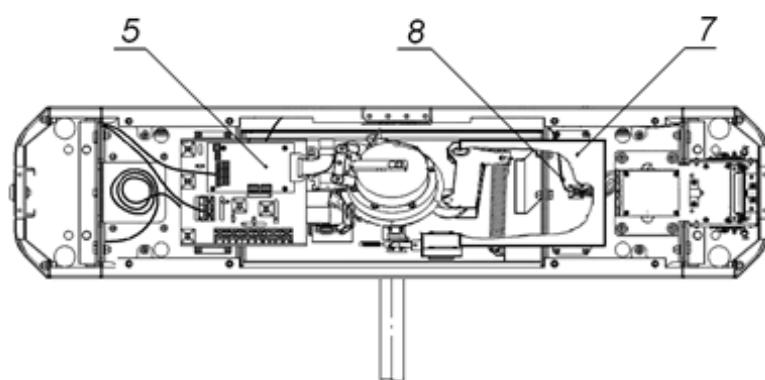

Рисунок 13. Схема прокладки кабелей в стойке турникета
1. Подготовьте в полу отверстия под гильзы анкеров для крепления стойки турникета (см. рис. 12). При необходимости прокладки кабелей под поверхностью пола подготовьте в полу кабельный канал, подходящий к зоне ввода этих кабелей в стойку турникета. Установку и крепление стойки производите после прокладки всех кабелей в кабельном канале и внутри стойки. Прокладка кабелей внутри стойки показана на рис. 13.
Возможна установка картоприемника с противоположной стороны турникета. При этом торцевые крышки (5) со считывателями свои местоположения не меняют. При производстве механизм картоприемника установлен со стороны считывателя №2 (см. рис. 13).
1. Снимите крышку (3) в порядке, указанном в разделе 6.
2. Извлеките контейнер картоприемника (9), открыв замок (10).
3. Извлеките заглушку (7) с противоположной стороны, открыв замок (8).
4. Демонтируйте торцевые крышки (5); каждая крышка крепится двумя винтами M4×16 и двумя шурупами Ø4,2×19 снизу со стороны контейнера (9) или заглушки (7); кабели считывателей, находящихся внутри крышек, не отсоединяйте.
7. Отсоедините кабель картоприемника (8, рис. 13) со стороны платы картоприемника.
9. Переложите кабель картоприемника (8, рис. 13) на сторону считывателя №1. Для фиксации кабеля используйте самоклеящиеся площадки и пластиковые стяжки, входящие в комплект поставки.
10. Подсоедините кабель картоприемника (8, рис. 13) к плате картоприемника (см. рис. 10) согласно схеме (рис. 14).
11. Установите торцевые крышки (5) в рабочее положение и закрепите в порядке, обратном снятию.
12. Установите в рабочее положение контейнер картоприемника (9) со стороны механизма картоприемника, а заглушку (7) – с противоположной стороны.
13. Установите крышку (3) в рабочее положение (см. разд. 6).
Конструкцией турникета предусмотрена возможность установки платы контроллера СКУД внутрь корпуса турникета. Установка платы осуществляется на кронштейн (7, рис. 13). Максимальный допустимый размер устанавливаемой платы контроллера 160×150×35 мм.